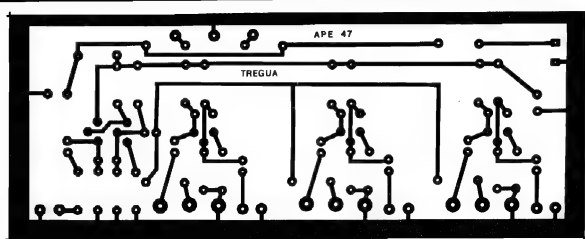

Fig. 2
- FIG. 2 - LAY OUT DO CIRCUITO IMPRESSO ESPECÍFICO - Otimos por uma placa "folgada", por uma série de motivos: a grande quantidade de controles e acessos invalidaria o uso de uma caixa final muito pequena, o que nos "desobriga" de compactar excessivamente o **lay out**. Outra coisa: circuitos de áudio, que lidem com sinais de baixo nível, sob forte amplificação (alto ganho) são muito sensíveis a capacitâncias parasitas, um fator que pode ser atenuado com **lay outs** mais "abertos", cuidadosamente desenhados e testados... Finalmente, para reduzir ao mínimo as fiações externas à placa (também na busca do menor nível de ruído que se possa obter...),